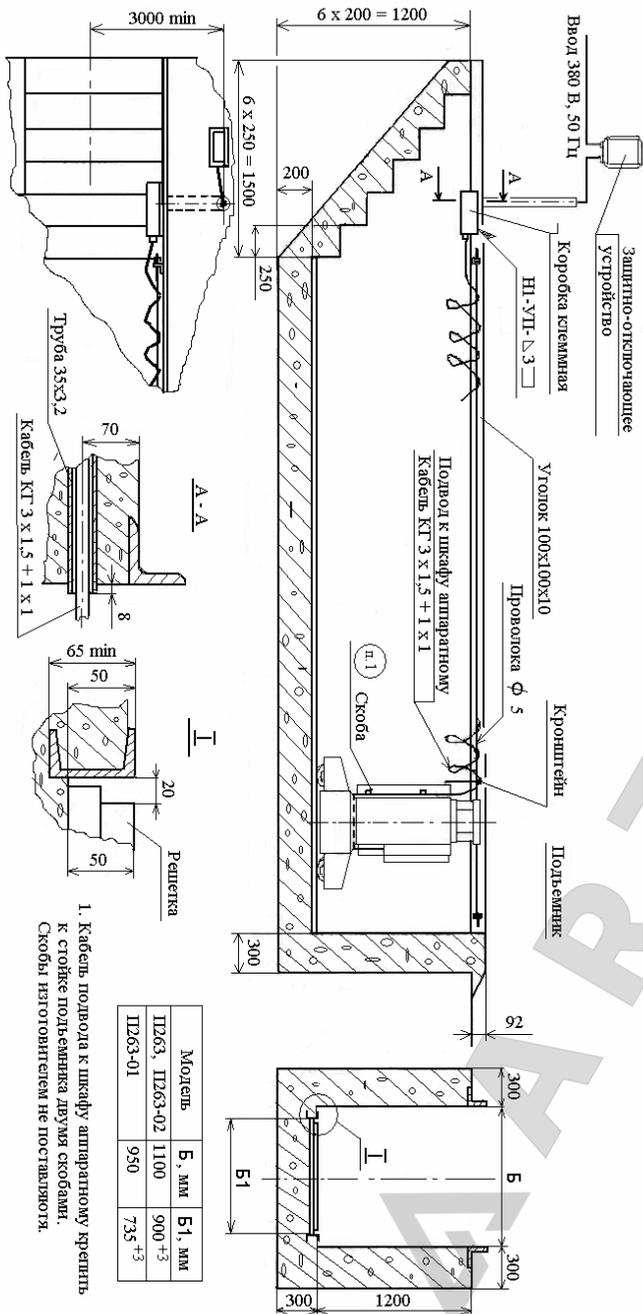

Рис. 5. Монтаж подъемника П263
6.1.1. Перед монтажом подъемника рабочая зона должна быть оборудована в соответствии с чертежом приведенным на Рис. 5 в зависимости от исполнения подъемника по ширине колеи (размеры Б и Б1).
6.2.3. Выполнить электрический монтаж для подключения шкафа аппаратного к внешней электрической сети через защитно-отключающее устройство ИЭ-9813 и клеммную коробку Р637.00.02.000 (см. Рис. 5). Выполнить заземление электроустановки.